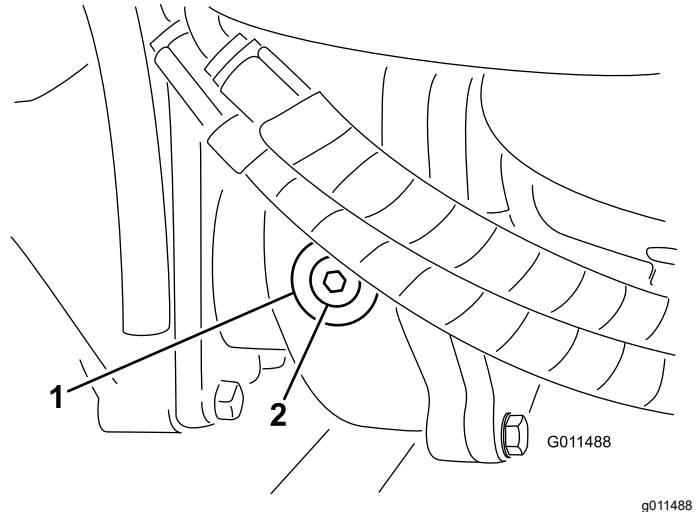

Bild 68
2. Entfernen Sie die Prüf-/Füllschraube an der linken Getriebeseite und stellen sicher, dass das Öl die Unterseite des Lochs erreicht (Bild 68).